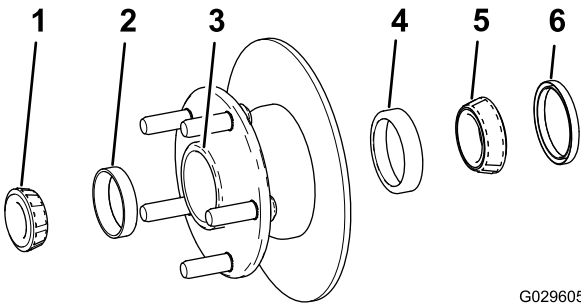

Рисунок 34
1. Снимите наружный подшипник и кольцо подшипника со ступицы (Рисунок 34).
2. Снимите уплотнение, внутренний подшипник и кольцо подшипника со ступицы (Рисунок 34).
5. Очистите полость ступицы от всей консистентной смазки, грязи и мусора (Рисунок 34).
7. Установите внутреннее и наружное кольца подшипника в ступицу (Рисунок 34).
8. Заполните полость ступицы на 50-80% консистентной смазкой указанного типа (Рисунок 34).
9. Установите внутренний подшипник на кольцо с внутренней стороны ступицы и установите уплотнение (Рисунок 34).